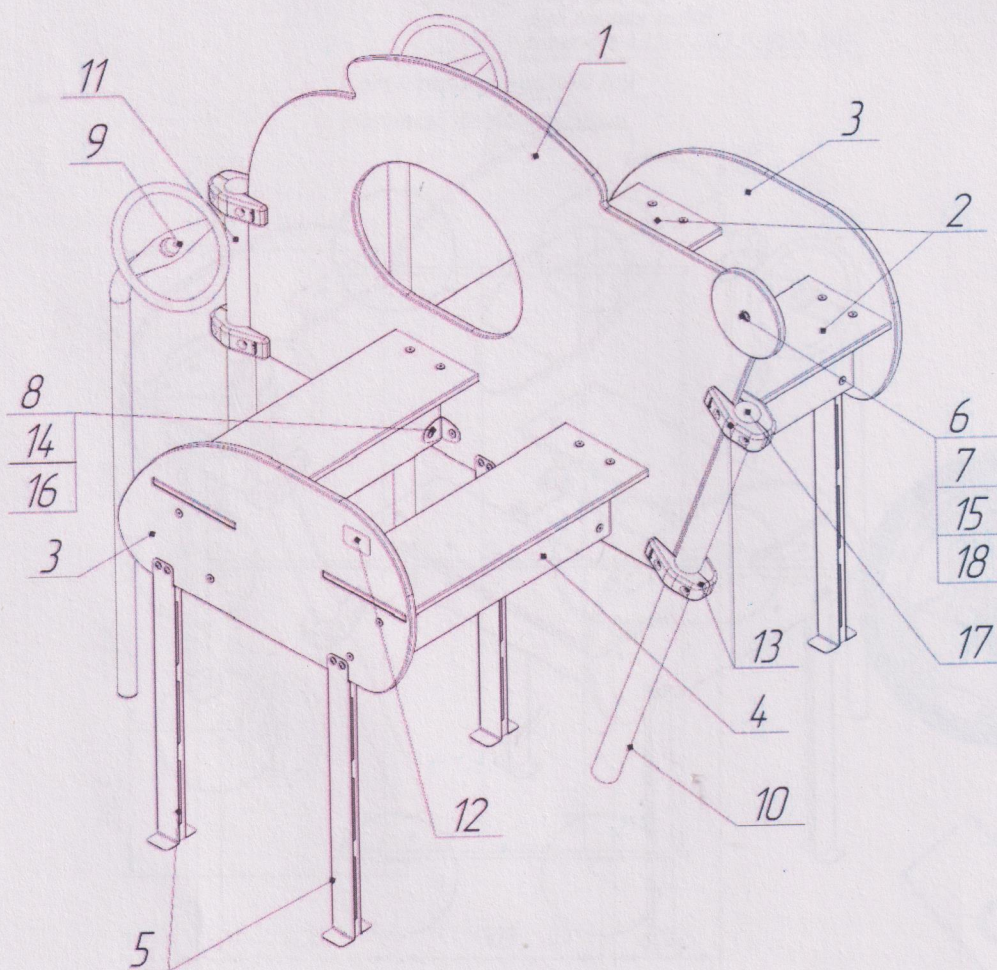

Рис. 1
12.3.3 Собрать отдельные элементы согласно инструкций по монтажу и Рис. 1.